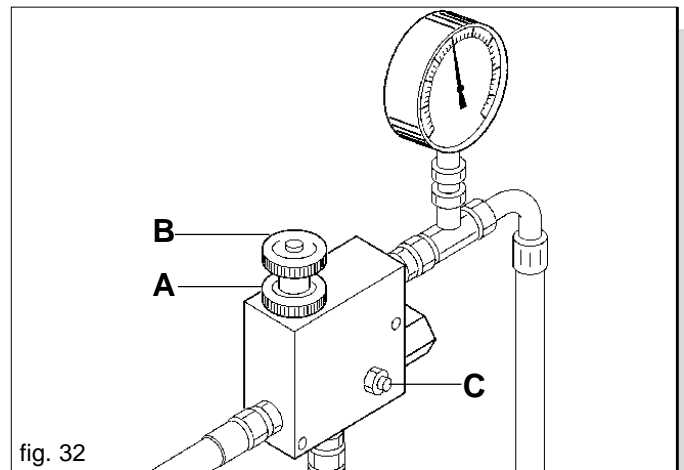

fig. 32
Bei abgeschaltetem Motor und sicher gebremstem Schlepper alle Schnellkupplungen einstecken. Den Motor starten und die Hydraulik einige Minuten lang bei Leerlaufdrehzahl betätigen. Den Druck dabei konstant halten, um Drehzahlschwankungen des Gebläses zu vermeiden. Den Druck erst regulieren, nachdem das Öl seine Betriebstemperatur erreicht hat und keine Drehzahlschwankungen des Gebläses mehr auftreten. Falls das Anbaugerät an verschiedenen Schleppern - daher also auch mit unterschiedlichen Steuergeräten und Ölsorten - betrieben wird, muß diese Einstellung an jedem Schlepper neu vorgenommen werden. Bei den Schleppern mit Verstellförderpumpe (geschlossener Hydraulikkreis) mit Öldurchsatzregler ist der 3-Wege-Regler (B Abb. 32) vollständig zu öffnen und bei niedrigem Öldurchsatz ist der interne Regler des Schlepperkreises dann schrittweise zu öffnen, bis der gewünschte Druck, der auf dem Manometer (C Abb. 29) angezeigt wird, erhalten wird.
Wenn man die Gebläseumdrehungen für die Verteilung von schwereren Samen erhöhen will, mit Vorsicht und Achtung wie folgt vorgehen (Abb. 32):
- Die Feststellnutmutter lockern (A Abb. 32);
- Regelventil (B Abb. 32) im Uhrzeiger- oder Gegensinn drehen um den Druck zu senken oder zu erhöhen und daher die Gebläseumdrehungen zu ändern.